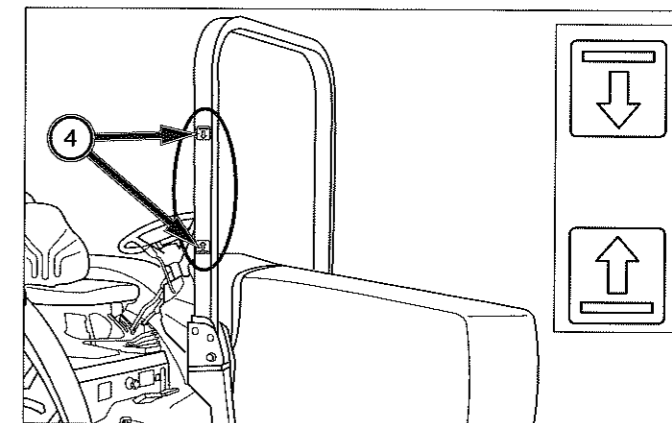

FIG. 111
ATTENTION : Fig. 111 - Lorsque vous repliez l'arceau de sécurité ou que vous le remplacez en position droite, agrippez la partie délimitée entre deux étiquettes (4) de l'arceau de sécurité.